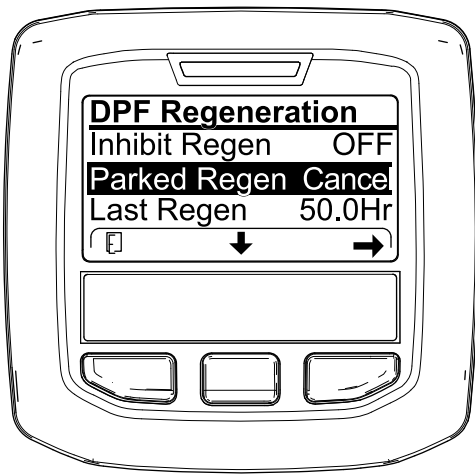
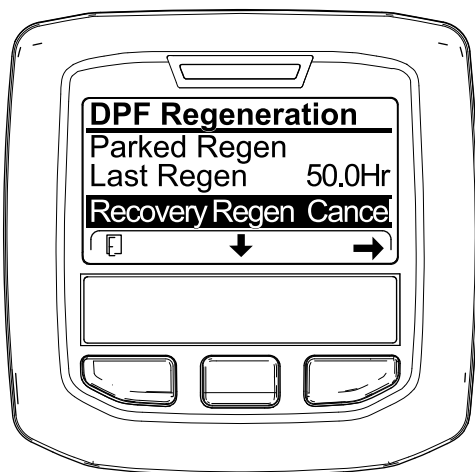

Figura 63
Figura 64
- Acceda al menú DPF Regeneration (Regeneración de DPF) (Figura 63).
2. Pulse el botón central para desplazarse hacia abajo, hasta la opción PARKED REGEN CANCEL (Cancelación de regeneración con máquina aparcada) (Figura 63) o la opción RECOVERY REGEN CANCEL (Cancelación de regeneración de recuperación) (Figura 64).
3. Pulse el botón derecho para seleccionar la opción Regen Cancel (Cancelación de regeneración) (Figura 63 o Figura 64).